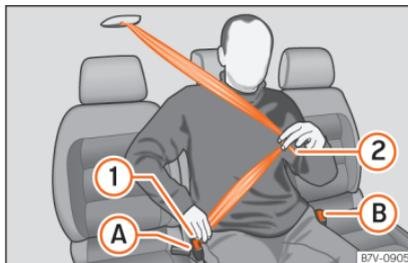

Abb. 91 Sicherheitsgurt am mittleren Sitz in der zweiten Sitzreihe anlegen.
- Gurtband an der Schlosszunge »» **Abb. 91**  nach unten ziehen. Den Gurt nicht verdrehen »» .
- Gurtband an der Schlosszunge »» **Abb. 91**  über das Becken des Insassen ziehen.
- Rote Taste im Gurtschloss drücken »» **Abb. 91 (A)**. Die Schlosszunge springt heraus.
- Rote Taste im Gurtschloss drücken »» **Abb. 91 (B)**. Die Schlosszunge springt heraus.